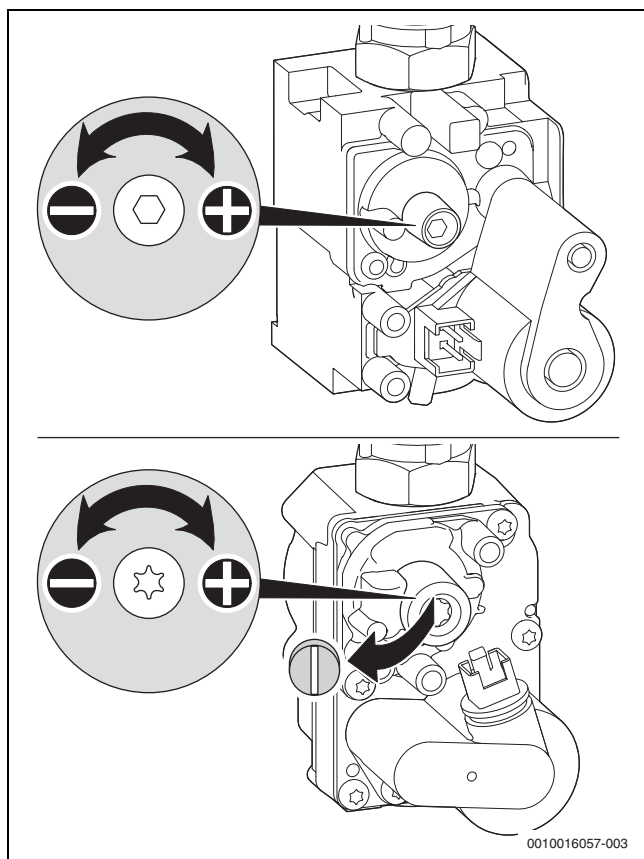

Fig. 60 Înlăturarea sigiliului de la șurubul de reglaj
- Dacă valoarea se află între -0,11 și -0,21 mbar, reglați presiunea diferențială conform reprezentării de mai jos (→ Fig. 60).